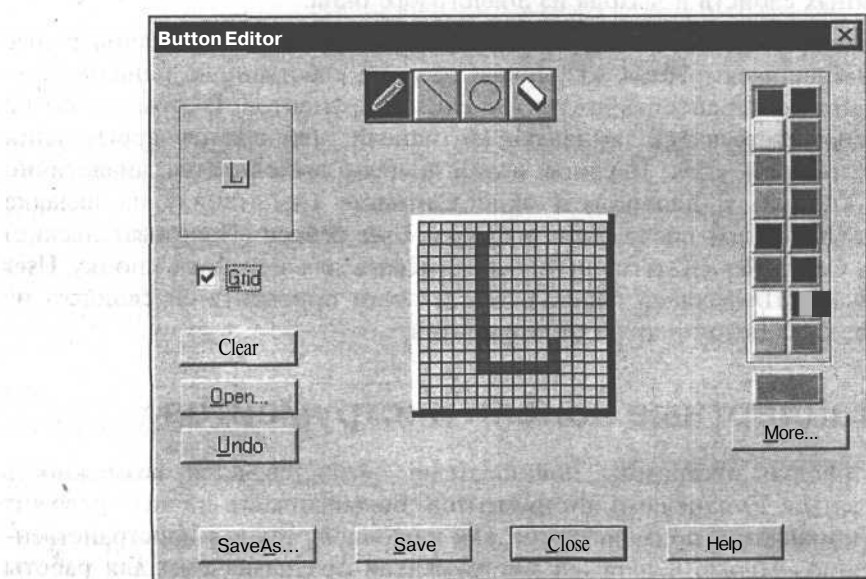

Рис. 4.11. Диалоговое окно редактора кнопок
11. Щелкните мышью на кнопке **Edit** (Редактировать) для создания пиктограммы на кнопке. Появится окно редактора кнопок **Button Editor** (Редактор кнопок) (рис. 4.11).